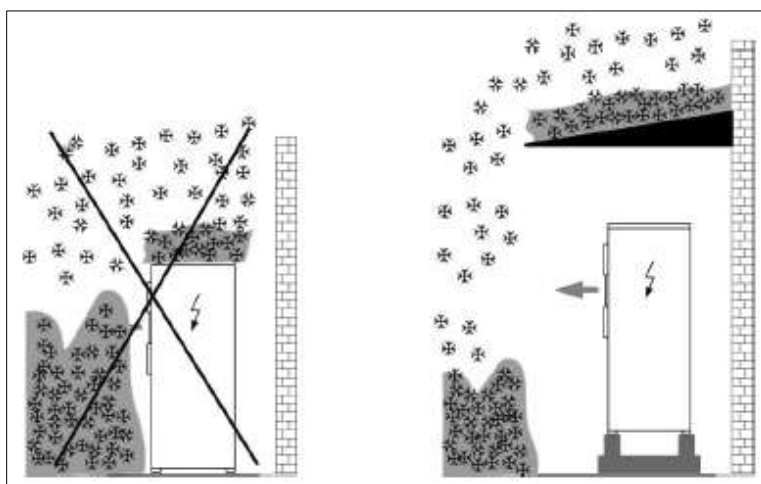

Figura 18 - unità esposta a piogge o nevicate
- Fissare il tubo con fascetta stringitubo ed indirizzarlo verso la raccolta/drenaggio (figura 18-E).